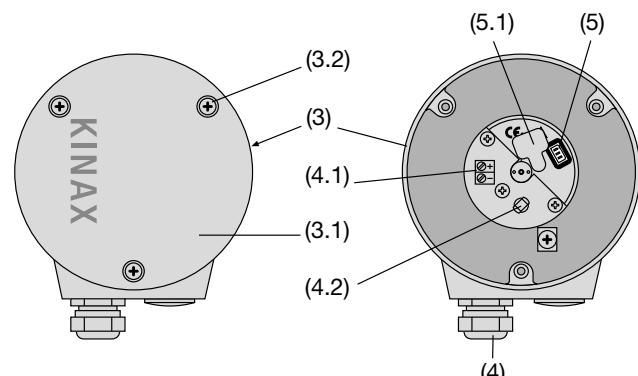

Рис. 4. На задней стороне (3) располагаются клеммы (4.1) и патрубки с сальниками (4).
- Снять крышку (3.1 на рис. 4). После снятия резинового покрытия (5.1) станет доступен разъем для программирования (5) (см. раздел 8.1 «Подключение проводов»). Устройство KINAX WT 717 необходимо совместить с запрограммированным направлением измерения согласно рис. 3. Запустить ПО конфигурации 2W2. Выполнить конфигурацию устройства (если это необходимо) в соответствии с требуемым диапазоном измерений.